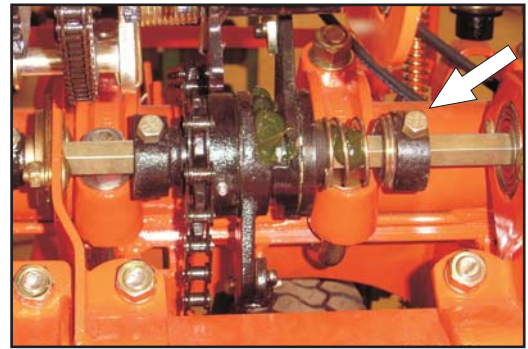

Fig. 36
2. Solte o batente limitador da mola da catraca. - **Fig. 36**